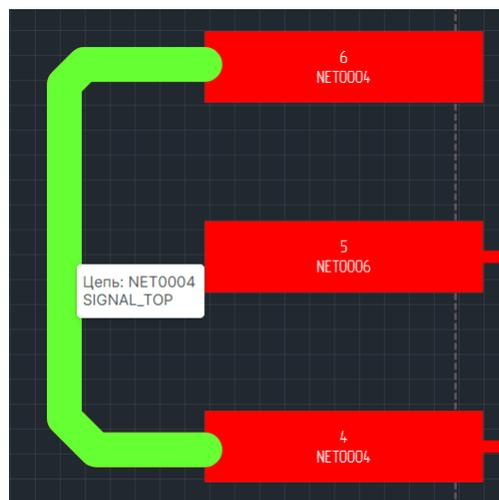

Рис. 250 Подсветка трека под
1. Активируйте инструмент «Выбрать» и наведите курсор на трек, см. Рис. 250. Трек будет подсвечен, а рядом с курсором отобразится имя цепи.